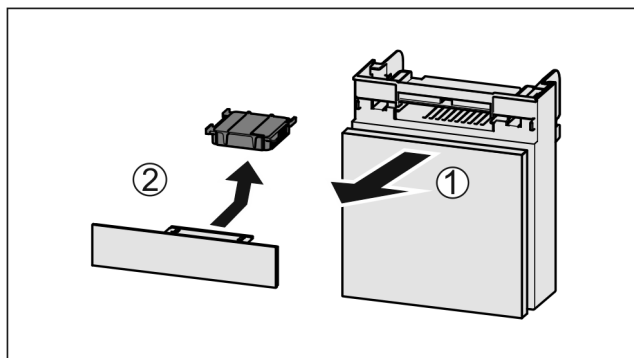

Fig. 160
- ▶ Fach nach vorne herausziehen Fig. 160 (1).
- ▶ Aktivkohlefilter entnehmen Fig. 160 (2).